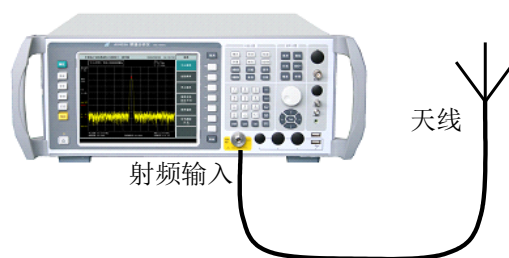

图 3-19 调幅和调频监听测试
- 在频谱分析仪信号输入端口连接一天线用以接收信号，如图 3-19。